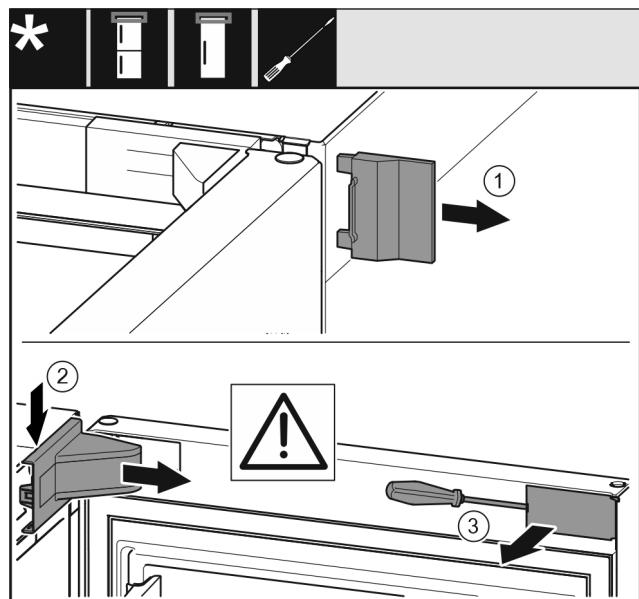

Fig. 7
- Αφαιρέστε το εξωτερικό κάλυμμα Fig. 7 (1).
- Ξεκουμπώστε και αφαιρέστε το κάλυμμα του στηρίγματος Fig. 7 (2).
- Ξεκουμπώστε το διακοσμητικό κάλυμμα Fig. 7 (3) με ίσιο κατσαβίδι και παραμερίστε το προς το πλάι.